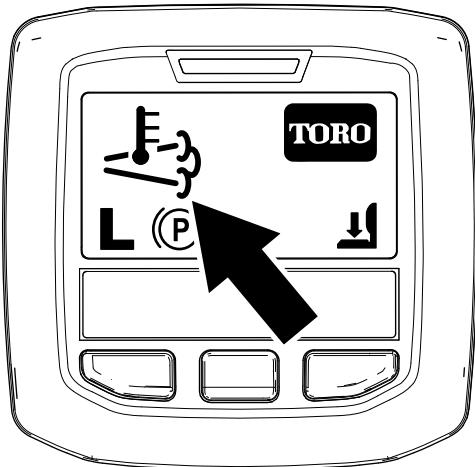

Figura 46
escape  aparece en el InfoCenter (Figura 46).
- El ícono de temperatura alta de los gases de escape  aparece en el InfoCenter (Figura 46).